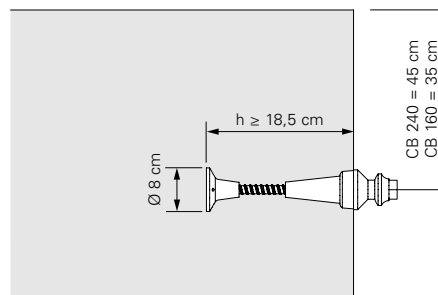

Fig. B1.04
4. Atornillar y ajustar la contraplaca DW 15 (5.4) sobre la barra (5.5). (Fig. B1.04)